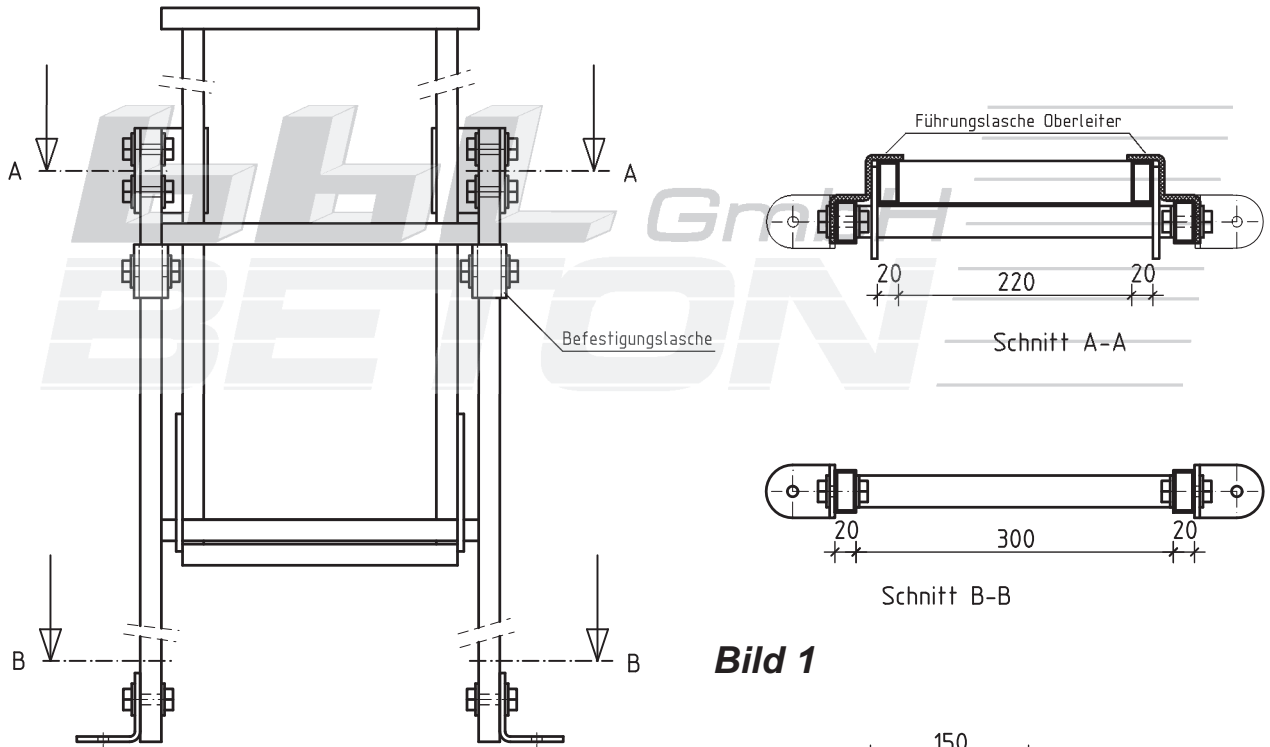
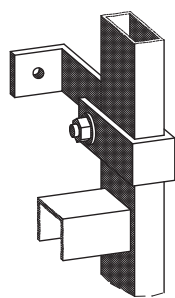

Bild 1
Bild 2
3. Winkel Fußanker mittels Unterlegscheiben, Schrauben M8 x 40 und Muttern an den Außenseiten der Unterleiter befestigen (Bild 1, Schnitt B – B).
4. Führungsglaschen für die Oberleiter mit je 2 Schrauben M8 x 40, Unterlegscheiben und Muttern von außen an den Leiterholmen der Oberleiter befestigen (Bild 1, Schnitt A – A).
5. Befestigungsglaschen Wandmontage unterhalb der Führungsglaschen mit Schrauben M8 x 50, Unterlegscheiben und Muttern an beiden Leiterholmen befestigen. (Bild 1, Bild 2)
7. Schachtleiter an dieser Position mit Hilfe der Wasserwaage lotrecht aufstellen und Bohrlöcher der Fußanker und der Wand- bzw. Deckenanker auf dem Beton markieren. (Bild 1, Schnitt A – A, Bild 3)